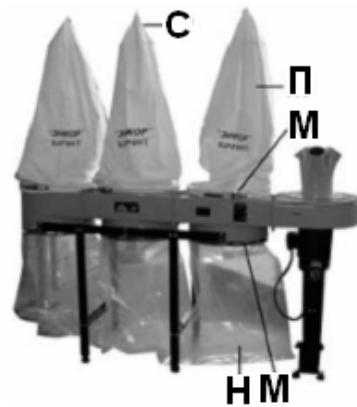

Рис. 9.
8.7. Подвесьте 3 фильтрующих мешка (П) на вертикальные стойки (С) и закрепите мешки на корпусах фильтров с помощью хомутов (М). Подвесьте 3 пылесборных мешка (Н) на три корпуса фильтра, закрепив их тремя хомутами (М) Рис. 9.